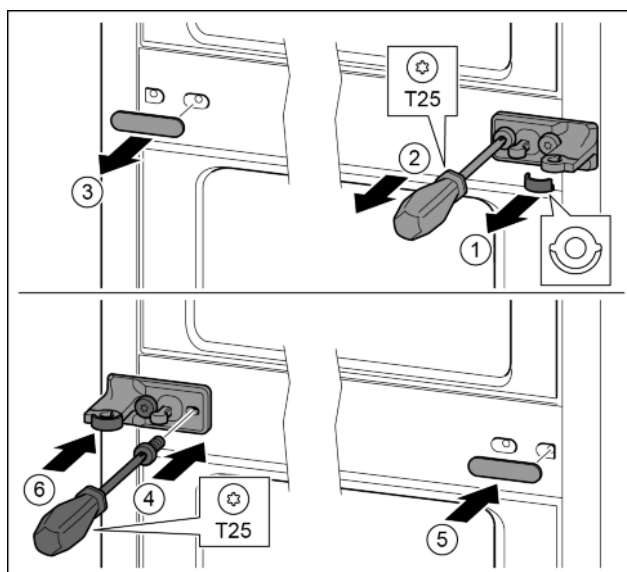

Fig. 15
- ▶ Húzza le a tárcsát. *Fig. 15 (1)*
- ▶ T25 csavarhúzóval tekerje ki a csavarokat. *Fig. 15 (2)*
- ▶ Óvatosan húzza le a fedelet. *Fig. 15 (3)*
- ▶ A csapágybakot a fóliával 180°-kal elfordítva erősen csavarozza fel a másik oldalra. *Fig. 15 (4)*
- ▶ A fedelet 180°-kal elfordítva szerelje a másik oldalra. *Fig. 15 (5)*
- ▶ A tárcsát előlről tolja be. *Fig. 15 (6)*